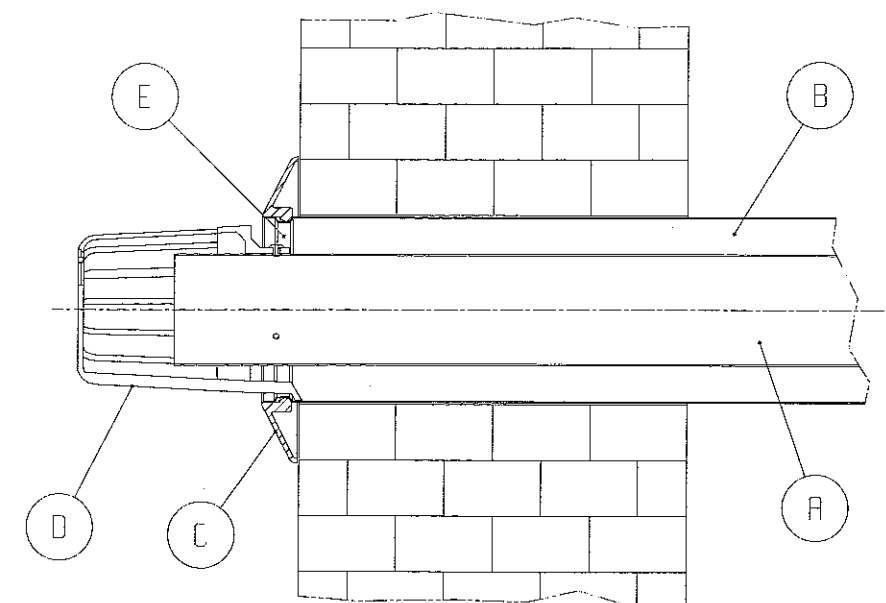

fig. 1
- Preparare i tubi tagliandoli alla lunghezza appropriata al tipo di installazione, quindi introdurre il tubo fumi nel tubo aria fino a raggiungere il fermo E (fig. 1) posto all'estremità della guaina. Se l'operazione è eseguita correttamente, la sporgenza del tubo fumi $\varnothing 60$ rispetto al tubo aria $\varnothing 100$, risulterà di 7,5 mm.